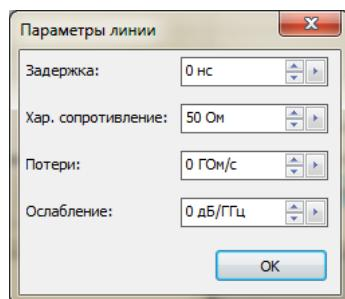

Рисунок 5.23 – Настройка модели линии
- «Линия» – модель линии передачи с известными параметрами (рисунок 5.23).